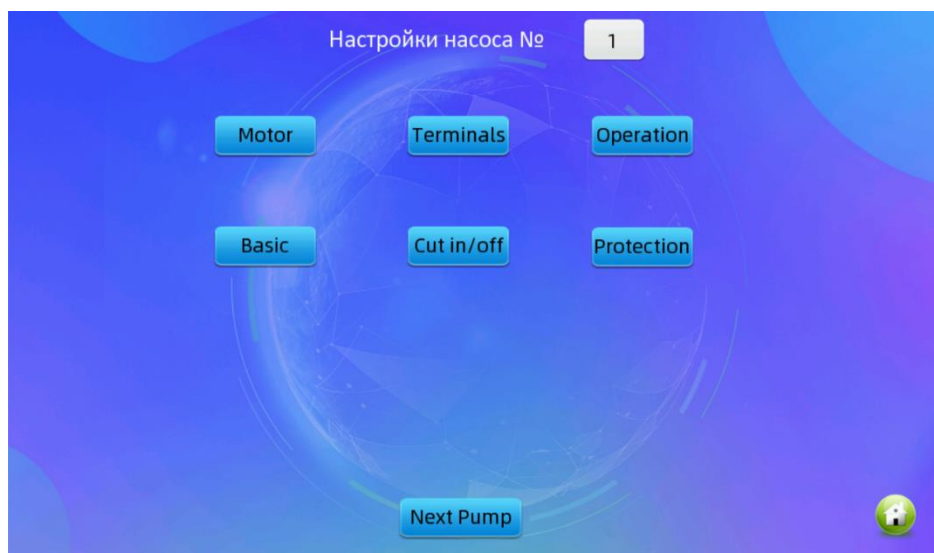

Рисунок 6. Меню настройки преобразователей частоты.
14. Кнопки перехода в меню настройки преобразователей частоты (Рисунок 6);